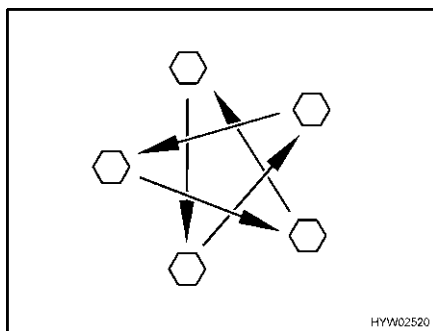

Fig. 65 Serrare a croce i dadi o i bulloni delle ruote
- Controllare regolarmente il serraggio dei dadi o dei bulloni. Regolare a croce (Fig. 65) il serraggio dei dadi o dei bulloni di una ruota sostituita dopo circa 50 km.